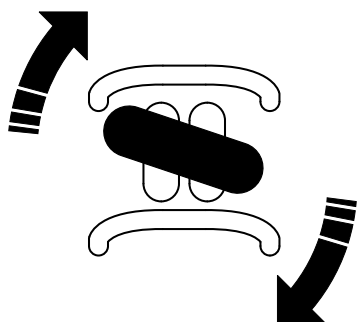

Figure 10
- Pour tourner à droite, tournez la commande de déplacement dans le sens horaire (Figure 10).